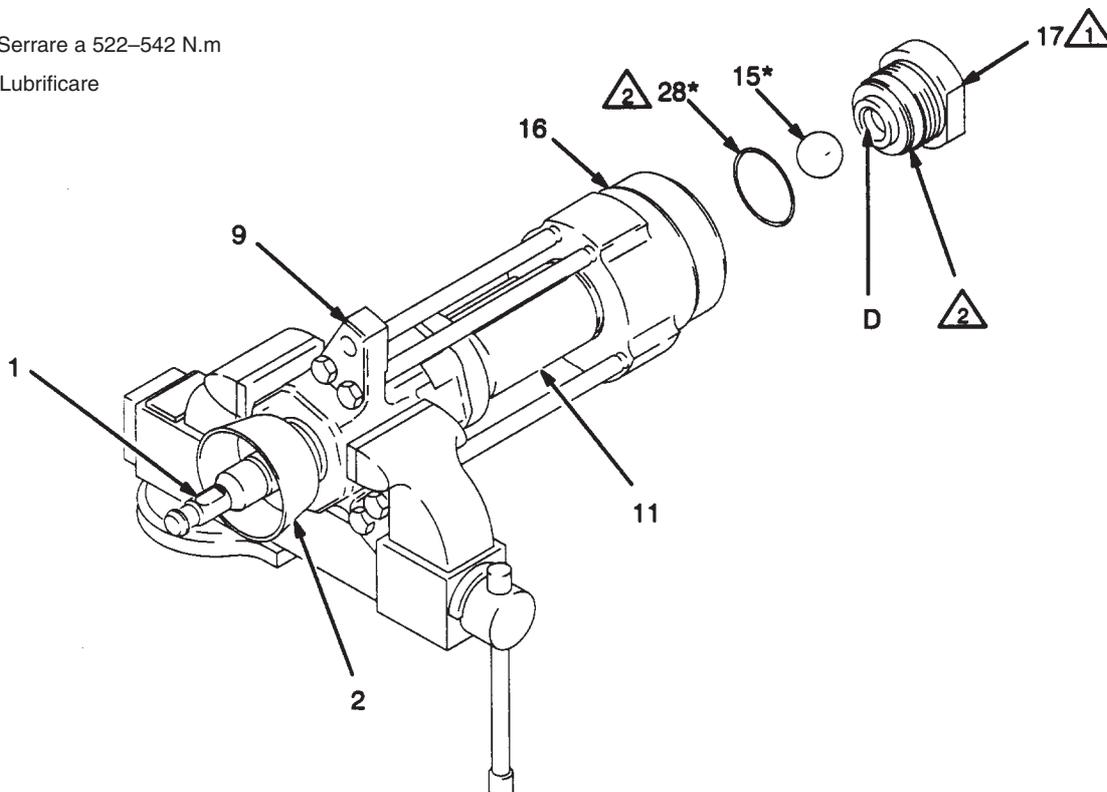

Fig. 5
1. Collocare la pompa longitudinalmente in una morsa di grandezza sufficiente, con le ganasce sull'alloggiamento d'uscita (9) come indicato in fig. 5. Con la chiave in dotazione (104) allentare, senza toglierlo, il dado premiguarnizione (2).
2. Con un pappagallo svitare la valvola d'ingresso (17) dall'alloggiamento d'ingresso (16). Attenzione a prendere al volo la sfera (15) quando si smonta la valvola d'ingresso, evitando che cada, danneggiandosi. Togliere l'O-ring (28) dalla valvola d'ingresso. Verificare la sfera e la sede (D) della valvola d'ingresso per accertarsi che non presentino tracce d'usura o danneggiamenti. Cfr. fig. 5.
11. Collocare la pompa longitudinalmente in una morsa, con le ganasce sull'alloggiamento d'uscita come indicato in fig. 5.
12. Installare l'O-ring (28*) nella valvola d'ingresso (17). Lubrificare l'O-ring e la filettatura della valvola d'ingresso. Collocare la sfera d'ingresso (15*) nell'alloggiamento della valvola d'ingresso (16), quindi avvitare la valvola d'ingresso nell'alloggiamento d'ingresso, stringendo a mano.
13. Con un pappagallo serrare la valvola d'ingresso (17) a 522–542 N.m. Cfr. fig. 5.
14. Serrare il dado premiguarnizione (2) a 129–142 N.m.